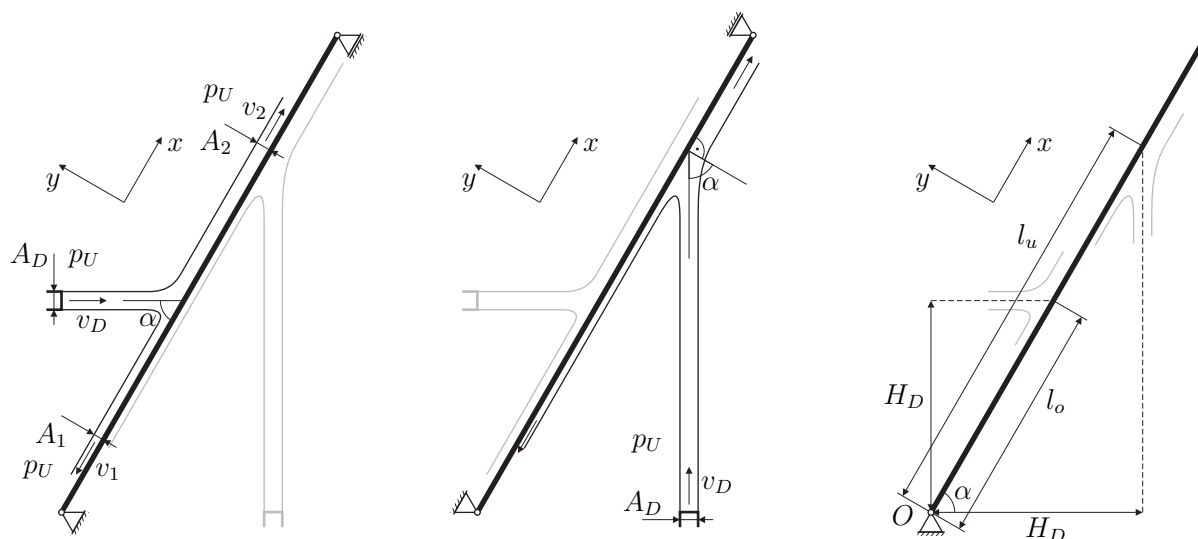

Abbildung 3: Detailskizze Freistrahlen und Momentengleichgewicht ((e), (f) und (g))
Hinter den beiden Düsen tritt das Wasser jeweils als Freistrahл aus und trifft auf eine schräg stehende Platte (siehe Abb. 3). Die Geschwindigkeit v_D sei für die folgenden Aufgaben gegeben. Das Problem soll zweidimensional und reibungsfrei berechnet werden, der Schwerkräfteinfluss auf Fluid und Platte ist zu vernachlässigen. In hinreichender Entfernung vom Staupunkt herrscht in allen Strahlen Umgebungsdruck p_U .
- (e) Betrachten Sie zunächst nur den oberen Freistrahл (siehe Abb. 3, links): Berechnen Sie die Kraft, die das Fluid auf eine unbewegliche Platte ausübt, in Abhängigkeit des Winkels α , in dem der Freistrahл auf die Platte trifft. Machen Sie dazu bitte eine Skizze, und zeichnen Sie das von Ihnen verwendete Kontrollvolumen und Koordinatensystem ein (Empfehlung siehe Abb. 3!).
- (f) Wie groß ist die Kraft, die der untere Freistrahл auf die Platte ausübt (siehe Abb. 3, Mitte)? Sie können das Ergebnis aus (e) verwenden. Beachten Sie die Winkel und Koordinatenrichtungen!
- (g) Nehmen Sie nun an, die Platte wäre nur im Punkt O gelagert (siehe Abb. 3, rechts). Gehen Sie davon aus, dass die Kräfte aus (e) und (f) an den Punkten angreifen, an denen die Strahlen auf die Platte treffen. Stellen Sie das Momentengleichgewicht um O auf, und berechnen Sie den Winkel α , in dem sich die Platte im Gleichgewicht befinden wird (Achtung: $l_o = l_o(\alpha)$, $l_u = l_u(\alpha)$!).